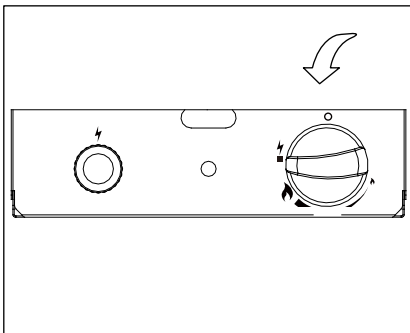

Figura 2
- Presione la perilla de control y gire a la izquierda para " PILOTO" ( ⚡ ) (Figura 2).